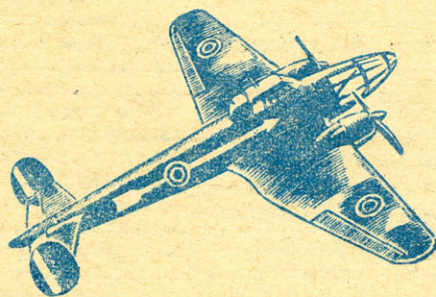

Рис. 4. Модель самолета «потез-63» английского моделиста Иванса.
**СБРАСЫВАНИЕ ГРУЗА.** Новосибирский авиамоделист А. Павленко на всесоюзных студенческих состязаниях с успехом демонстрировал образцово выполненную копию самолета ТУ-2, которая сбрасывала бомбовый груз. Бомбы же сбрасывала модель англичанина Иванса — копия французского бомбардировщика времен минувшей войны (рис. 4).